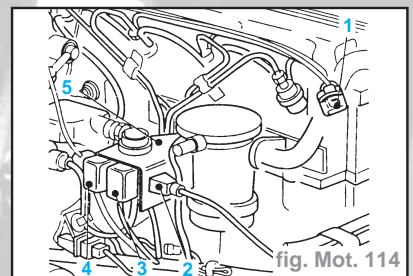

fig. Mot. 114
- le faisceau de câbles compartiment-moteur du faisceau de câbles et des bougies d'allumage (1) et connexions sur support du faisceau de câbles moteur (5) (fig. Mot. 114),
- le faisceau de câbles des bougies d'allumage (1),
- la fiche de faisceau de câbles moteur (2, 3 et 4) du support de faisceau de câbles moteur (5),
- le support du faisceau de câble moteur (5) de la culasse.